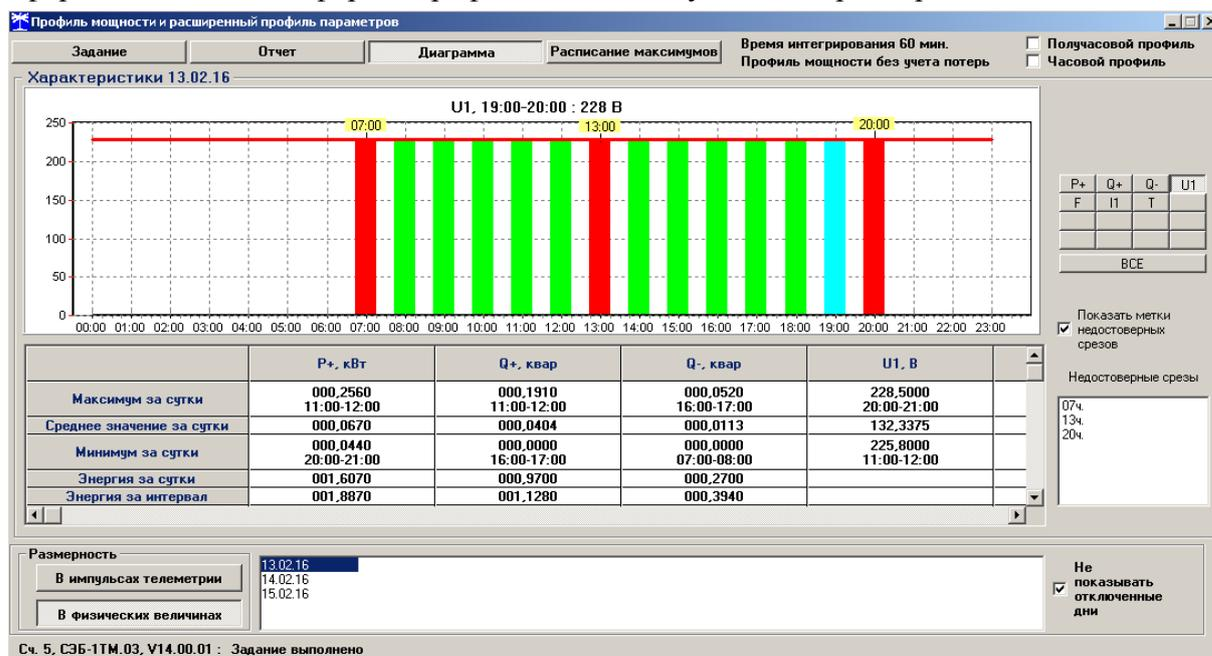

Рисунок 21 – Профиль напряжения
15.9 Чтение данных расширенного массива профиля производится посредством формы «Профиль мощности и расширенный профиль параметров» («Чтение» из меню «Параметры», аналогично базовым массивам, как описано в п.п. 14.4 - 14.7. Вид прочитанного профиля напряжения приведен на рисунке 21. Поскольку профиль № 2 семи канальный, то на поле формы рисунок 21 активны семь кнопок выбора профилируемых параметров (P+, Q+, Q-, U, F, I, T). Нажатие на любую из них приводит к отображению в информационном окне формы профиля соответствующего параметра.